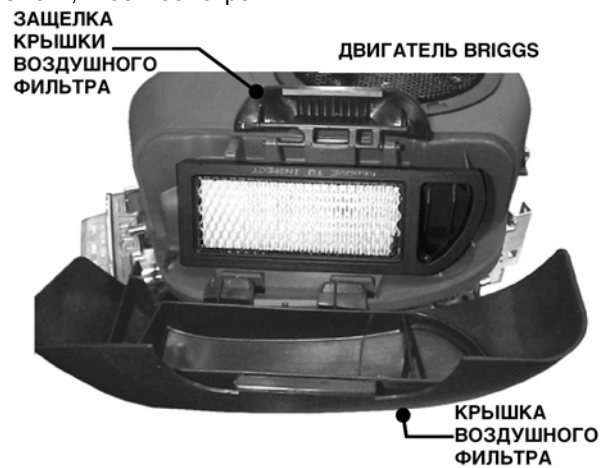

Рис. 3.4
2. Замените воздушный фильтр. Вытяните и поверните защелку крышки воздушного фильтра, чтобы снять крышку. См. рис. 3.4.